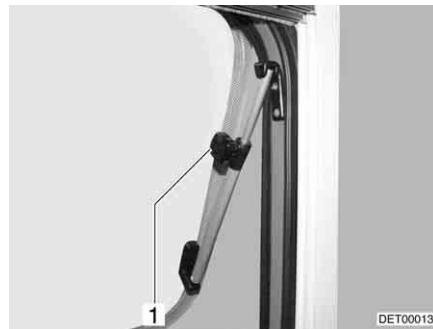

Fig. 73 Janela de projetar com defletor rotativo
- Abra a janela de projetar até à posição pretendida, fixando-a com o botão serrilhado (Fig. 73,1).
- Gire o botão serrilhado (Fig. 73,1), até o fixador ficar livre.